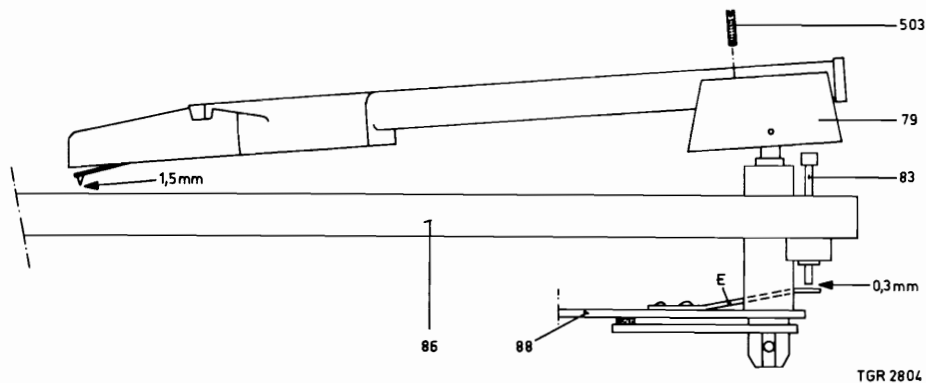

Fig. 1
- b. **Braccio 79 (fig. 1)**
- c. **Molla a lama E della squadretta 88 (fig. 1)**
- b. **Tonarm 79 (fig. 1)**
- c. **Bladfjäder E för arm 88 (fig. 1)**
- b. **Brazo fonocaptor 79 (fig. 1)**
- c. **Resorte de lámina E de la brida 88 (fig.1)**
- b. **P.U. -arm 79 (fig.1)**
- c. **Bladfjører E på brakett 88 (fig.1)**
b. Pick-uparm 79 (fig. 1)
c. Bladfjederen E på bøjlen 88 (fig. 1)